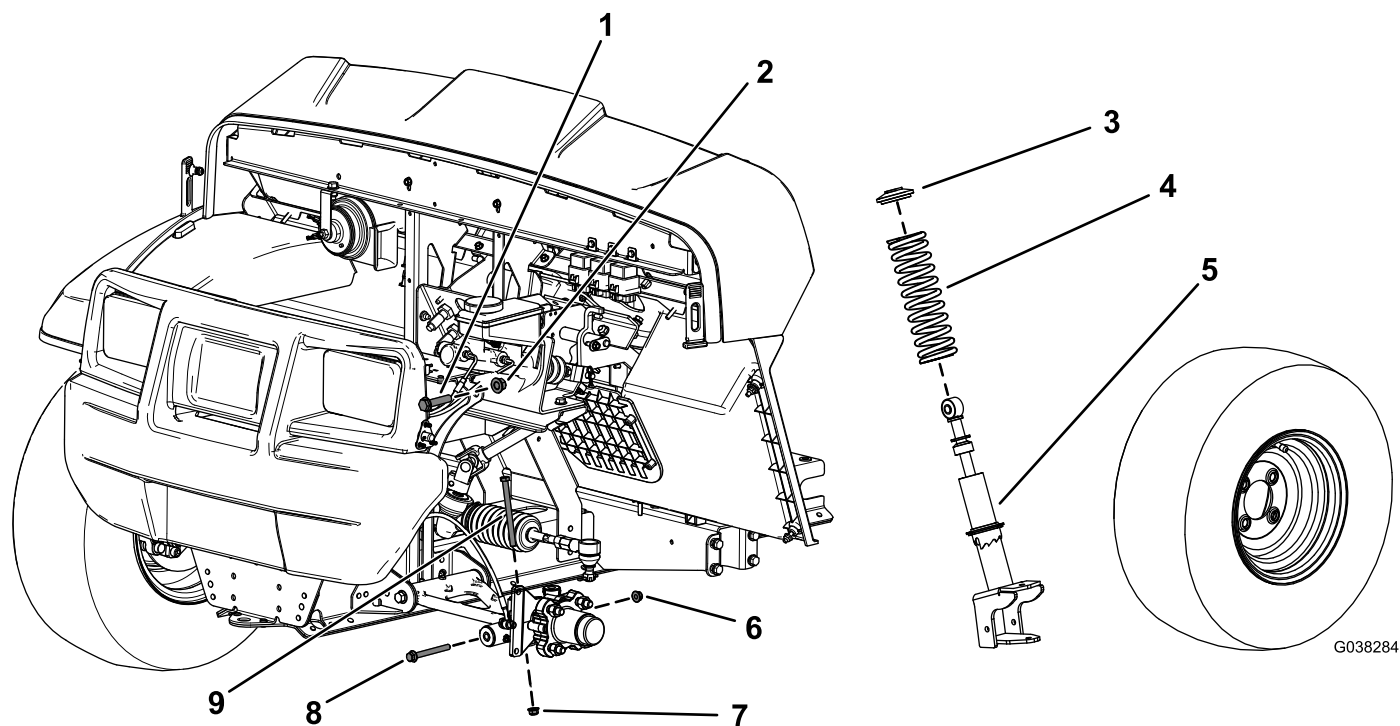

Figura 101
3. Retire o parafuso de cabeça sextavada ($\frac{3}{8}$ x $4\frac{3}{4}$ pol.) e porca flangeada ($\frac{3}{8}$ pol.) do eixo (Figura 101).
4. Retire o parafuso de cabeça sextavada ($\frac{3}{8}$ x $3\frac{1}{2}$ pol.) e porca flangeada ($\frac{3}{8}$ pol.) do braço de controlo (Figura 101).
5. Retire o parafuso de cabeça sextavada ($\frac{1}{2}$ x $2\frac{1}{4}$ pol.) e porca de bloqueio ($\frac{1}{2}$ pol.) que prende o conjunto do suporte à estrutura superior (Figura 101).
6. Remova o conjunto do suporte (Figura 101).
3. Remova a mola do conjunto do suporte (Figura 101).
4. Instale a nova mola no conjunto do suporte existente (Figura 101).
2. Prenda a parte superior do conjunto do suporte na estrutura com o parafuso de cabeça sextavada superior ($\frac{1}{2} \times 2\frac{1}{4}$ pol.) e uma porca de bloqueio ($\frac{1}{2}$ pol.) como se mostra na Figura 101.
4. Instale o parafuso de cabeça sextavada ($\frac{3}{8} \times 4\frac{3}{4}$ pol.) e porca flangeada ($\frac{3}{8}$ pol.) no eixo (Figura 101).
6. Prenda a parte inferior do conjunto do suporte no braço de controlo utilizando o parafuso de cabeça sextavada ($\frac{3}{8}$ pol. x $3\frac{1}{2}$ pol.) e uma porca flangeada ($\frac{3}{8}$ pol.) como se mostra na Figura 101.